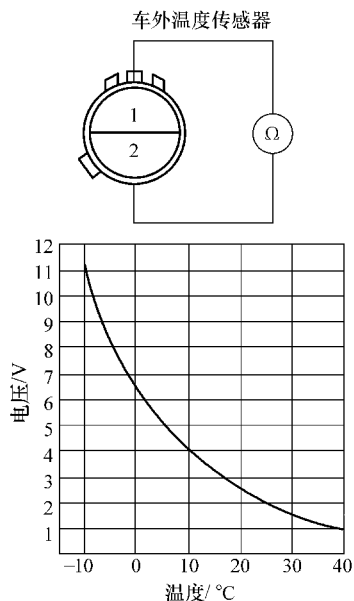

图 13-10 车外温度传感器的测试方法
3) 将车外温度传感器 1 号和 2 号端子之间的电阻读数与图 13-10 中所示的规定值进行比较, 阻值应该在规定范围内。